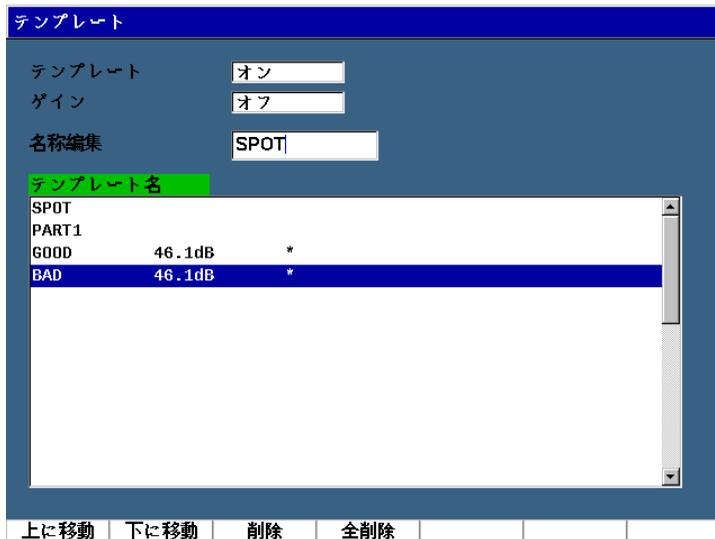

図 11-51 テンプレート設定ページ
1. テンプレート > 設定を選択し、テンプレート設定ページを表示します（300ページの図 11-51 参照）。